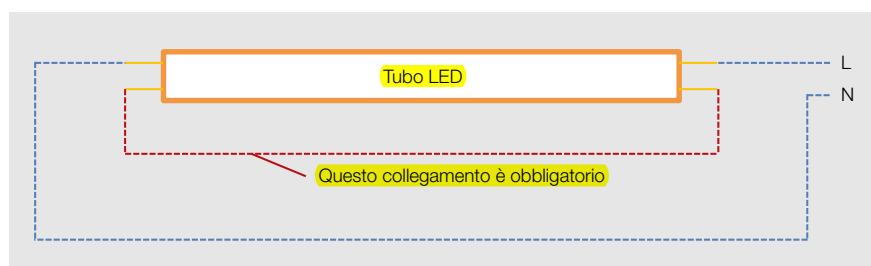

Figura 3 Corretto: in caso di modifica del cablaggio occorre rispettare lo schema. In Svizzera sono vietati altri tipi di cablaggio.
■ La trasformazione di un'armatura per tubi fluorescenti esistente conforme all'OPBT è consentita soltanto nel modo seguente (figura 3):
■ In Svizzera sono ammessi i tubi LED conformi alla norma IEC 62776, tuttavia con un'eccezione: i tubi LED che hanno un lato aperto (figura 4) non possono essere immessi in commercio. Motivo: questa configurazione non funziona in nessuna armatura esistente. L'uso di questi tubi LED suppone una lampada modificata in modo illecito (schema non corrispondente alla figura 3).